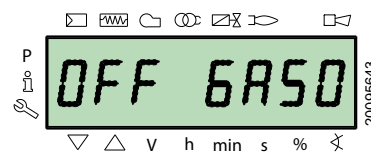

Fig. 40
- fioul domestique «OFF GASO» (Fig. 40)